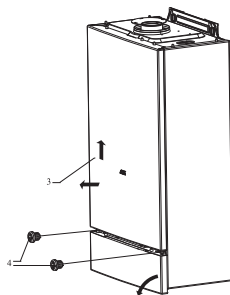

рис.18
- > снимите винты фиксации передней крышки; (поз. 1 рис. 18);
- > для снятия передней крышки потяните ее вверх и наружу, (поз.2 рис. 18)
- > откиньте наружу панель управления (поз.3 рис. 18)